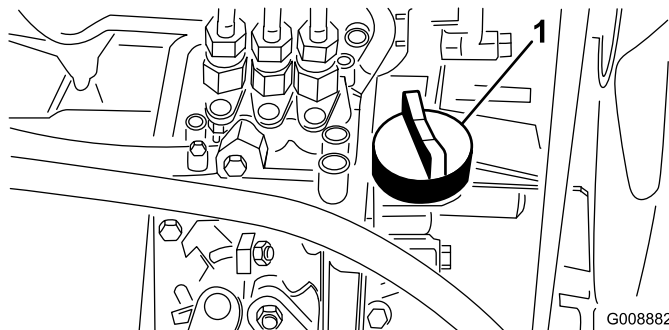

図 33
4. 不足していれば補給口キャップ（図 33）をとり、ディップスティックのFull 位置まで少量ずつオイルを補給する。補給中、ディップスティックで何度か油量を確認しながら入れること。